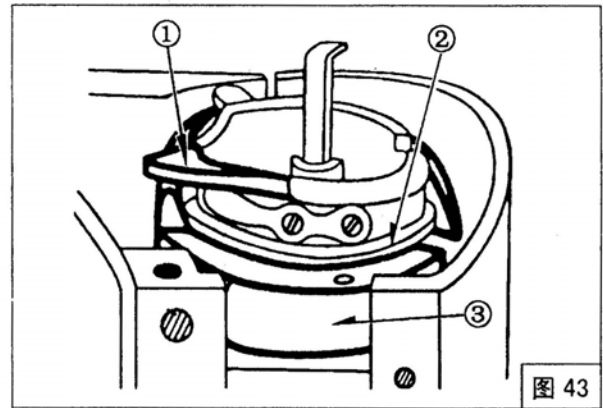
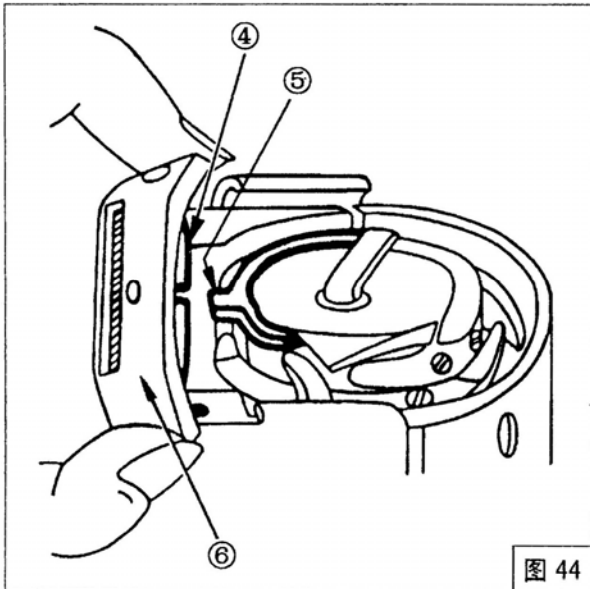

图 43
图 44
安装旋梭方法：将取下的零件以相反的顺序安装，注意外旋梭应装在相同的位置，装内旋梭时，如图 43 所示，梭尖①转向左侧，使内旋梭能装入外旋梭；安装针板时，（图 44），将旋梭凸起⑤对准针板凹槽④中，最后拧紧针板螺钉。